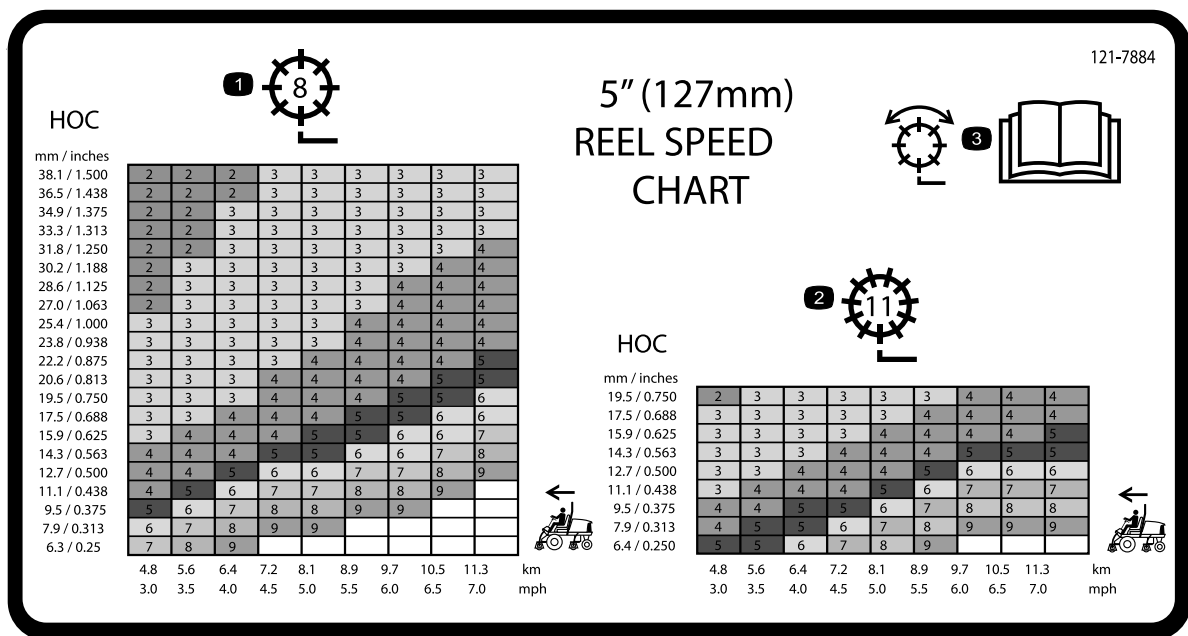
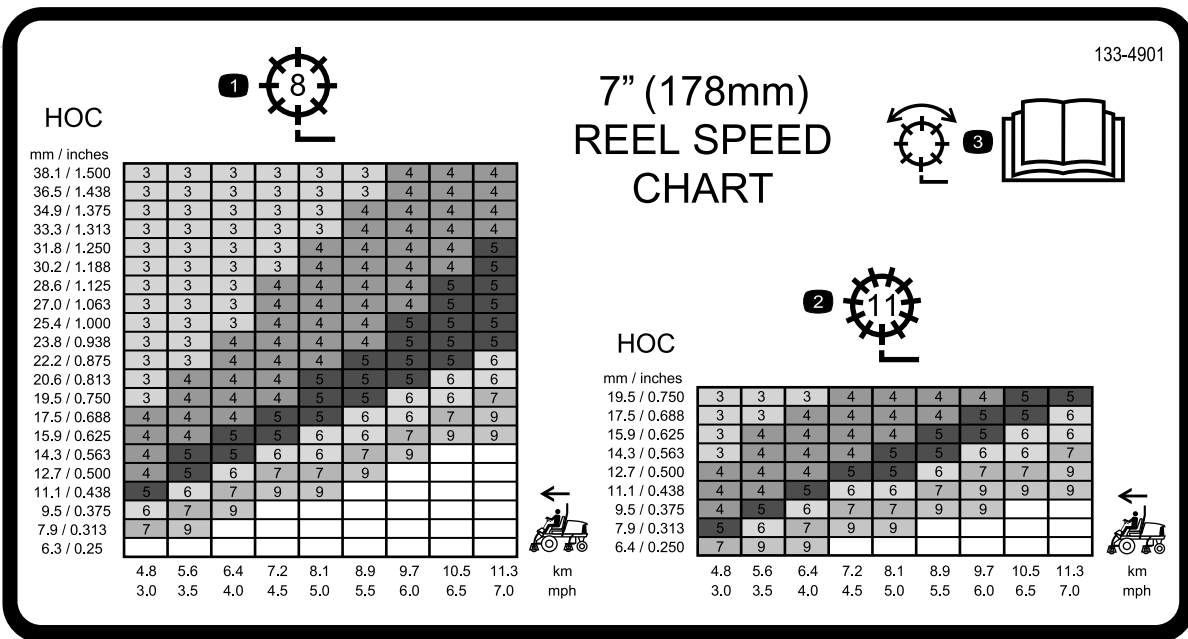

図 35
図 36
3. リール速度チャート 図 35と図 36を参考にして、適切なリール速度を選択する。